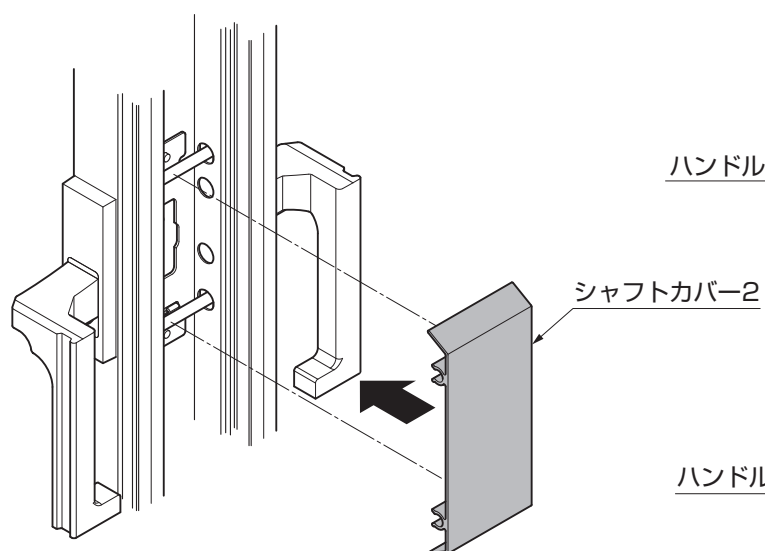
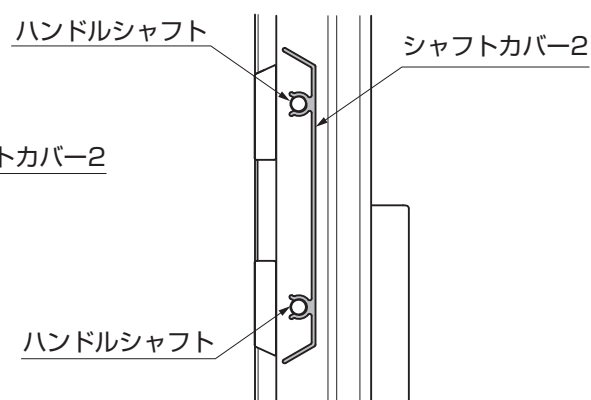

図3-22
図3-23
④錠(受け側)の框の裏側に、シャフトカバー2を横からカチッというまで押込んでください。(図3-22、図3-23参照)